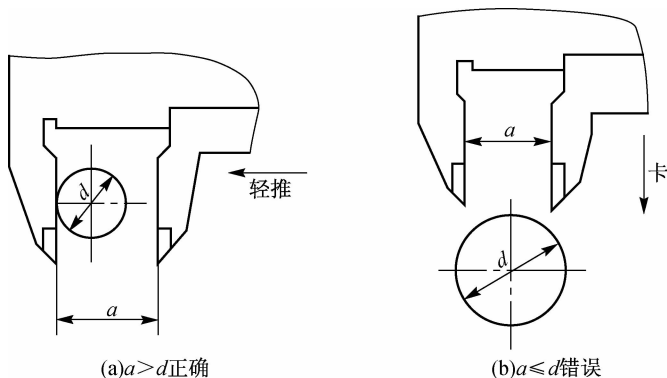

图 3-28 测量外尺寸
(1)如图 3-28(a)所示,测量外尺寸时,应先把测量爪张开得比被测尺寸稍大,再使固定测量爪与被测表面贴合,然后慢慢推动尺框,使活动测量爪轻轻地接触被测表面,并稍微游动一下活动测量爪,以便找出最小尺寸部位,获得正确的测量结果。如图 3-28(b)所示,测量时,不能把测量爪的张开距离调整到小于或等于被测的尺寸值,然后强制把测量爪卡到被测件上,这样易使测量爪弯曲变形,加剧测量面的磨损而过早失去原有精度。同样,读数之后要先把活动测量爪移开,再从被测件上取下卡尺。在活动测量爪还没松开之前,不允许猛力拉下卡尺。